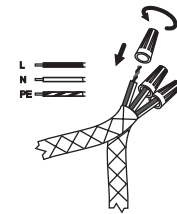

Рис.3
- 4.13. Соединить провода ЭПС с проводом из стены с помощью изолирующих колпачков (входят в комплект поставки) и скрутить их (**рис. 3**).